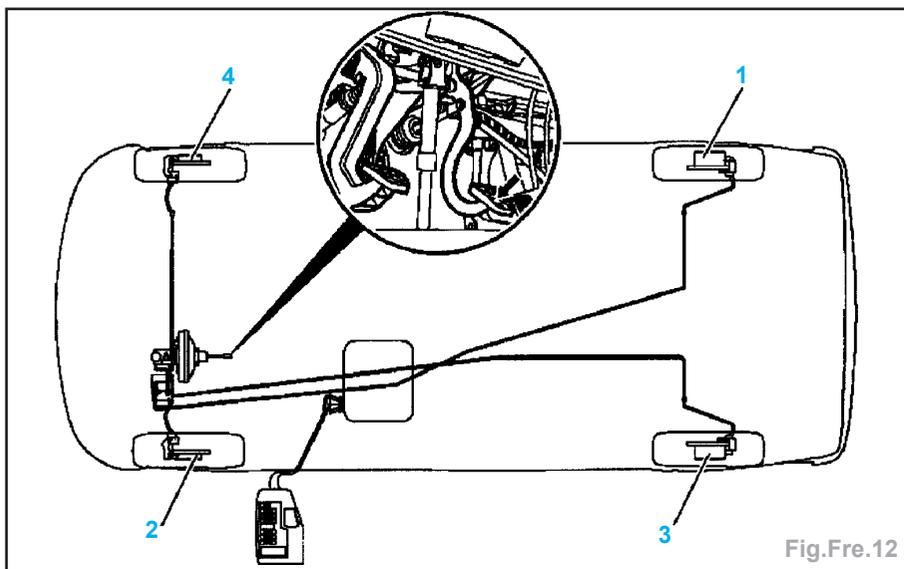

Fig.Fre.12
- Ordre de purge (Fig.Fre.12) :
- roue ARD (1),
- roue AVG (2),
- roue ARG (3),
- roue AVD (4).